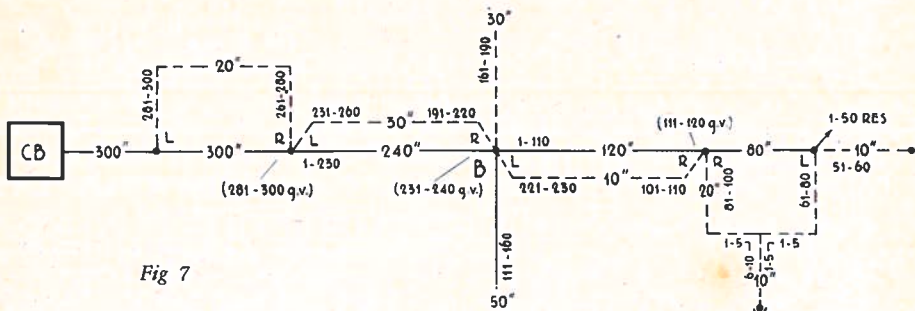

Fig 7
a. De capaciteit van de kabels is gegeven in fig 7.
b. De einden van de ringen zijn in fig 7 met L en R gemerkt volgens het geldende en nog steeds voor de hand liggende voorschriften: